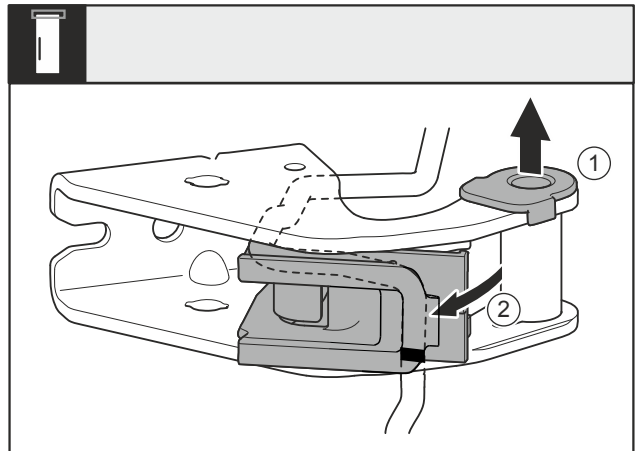

Fig. 30
- ▶ Nxirrni jashtë nga foleja udhëzuese manikotën e kapjes Fig. 30 (1).
- ▶ Nxirrni kabllon nga mbajtësja e kablos Fig. 30 (2).